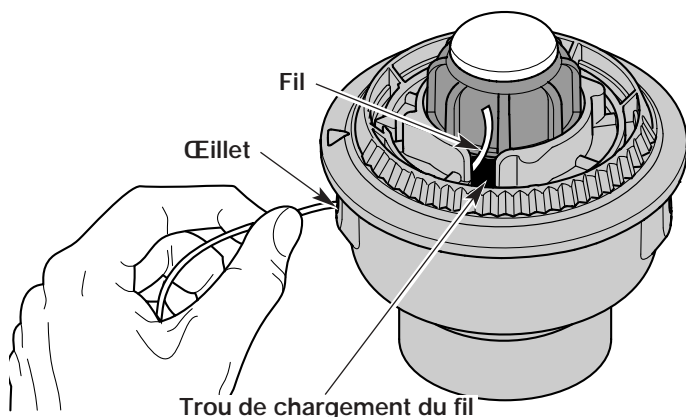

Figure 16
3. Tirez le vieux fil des trous de chargement et de blocage du fil (Fig. 16 et 17).
4. Insérez un morceau de fil dans l'un des deux œillets de la bobine extérieure. Enfoncez-le dans le trou de chargement du moulinet intérieur (Fig. 16). Ne pliez pas le fil en l'insérant dans l'œillet.